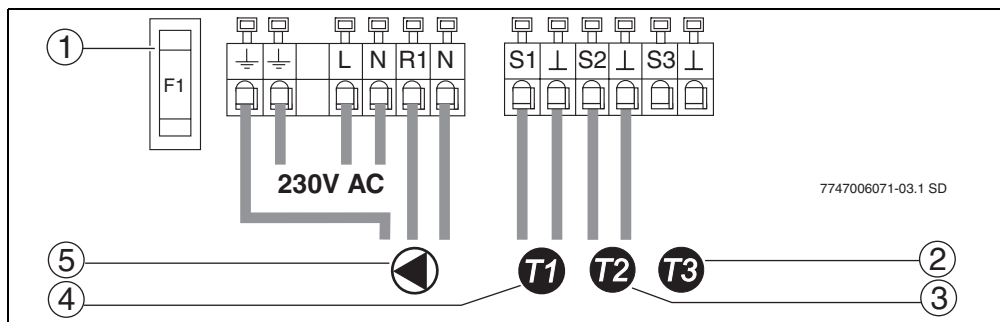

Fig. 6 Plan de racordare
- ▶ Racordați conductorii conform schemei de conexiune (→ fig. 6).